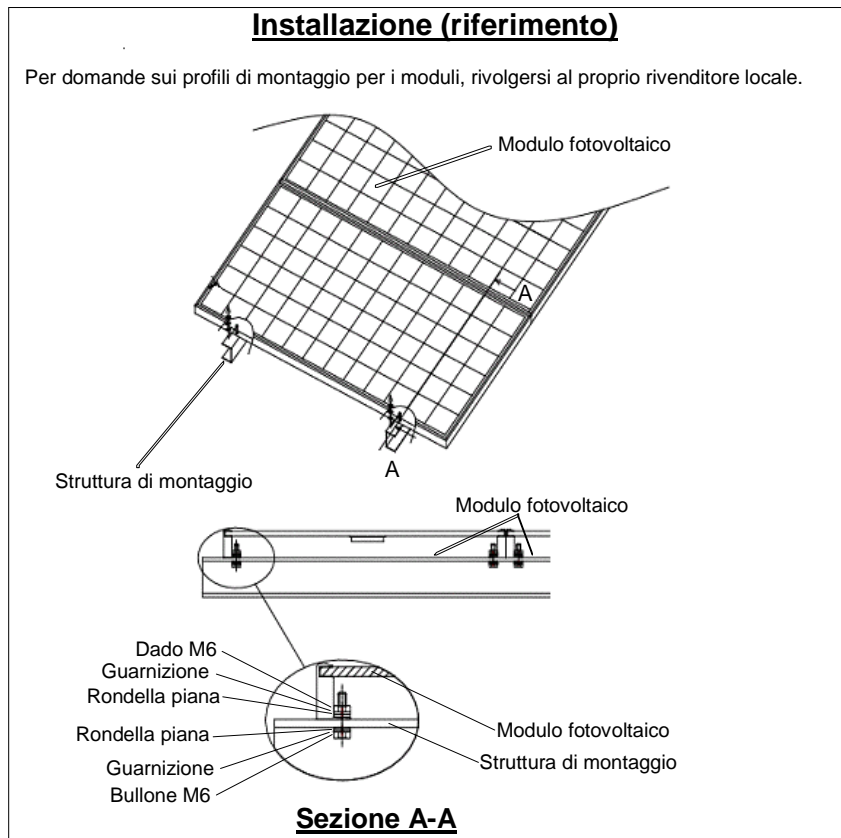

Figura 1: Installazione
- Si consigliano i metodi di installazione mostrati nella Figura 1. In alcune aree, le normative locali in materia di elettricità possono regolare l'installazione e l'uso di moduli FV.